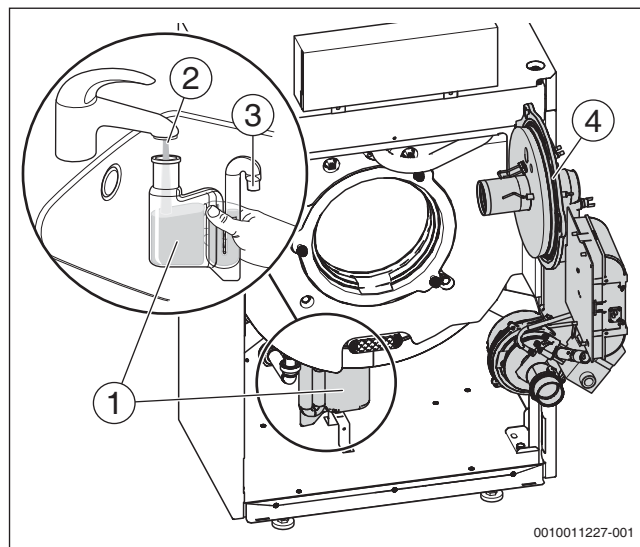

Bild 82 Siphon reinigen
- ▶ Vor Brennermontage den richtigen Sitz des O-Rings (→ Bild 82, Seite 48[4]) überprüfen und ggf. korrigieren.